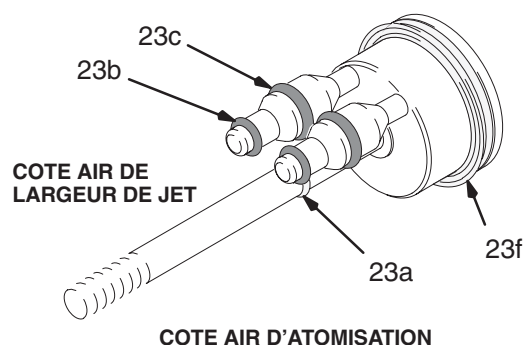

Fig. 28
3. Inspecter les joints toriques (23a, 23b, 23c) et le joint en U (23f) à la recherche d'endommagement. Voir Fig. 27. Se reporter à la Fig. 28 pour localiser tout problème de fuite d'air.
6. Mettre en place le bras d'actionnement (19) et l'écrou frein (46), ce dernier étant monté sur l'extrémité de la tige du piston. Régler l'écrou (36) conformément aux instructions de la page 28. Serrer fermement l'écrou de blocage (46) pour l'empêcher de se desserrer pendant le fonctionnement.